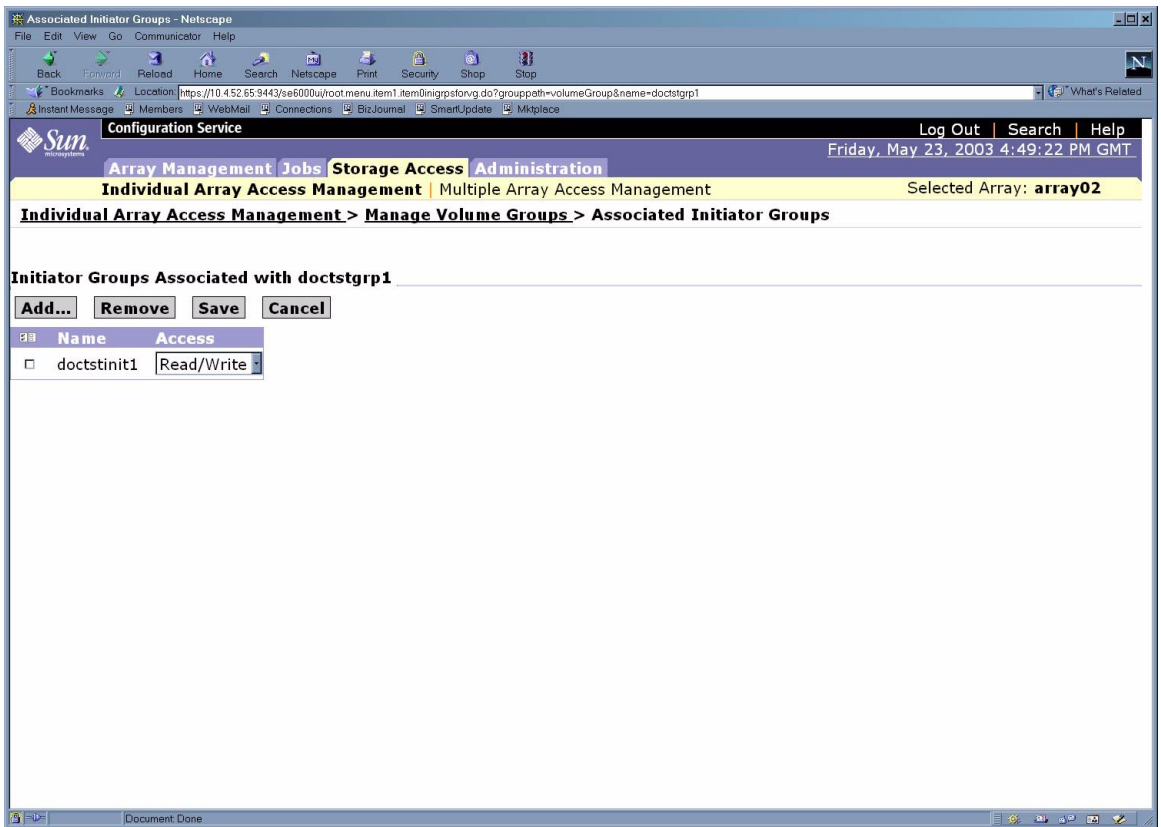

図 6-39 Doctstgrp1 に関連付けられているイニシエータグループ
7. doctstgrp1 ボリュームグループに関連付けられているイニシエータグループをクリックします。図 6-39 に示すように、ボリュームグループに関連付けられているイニシエータグループが表示されます。